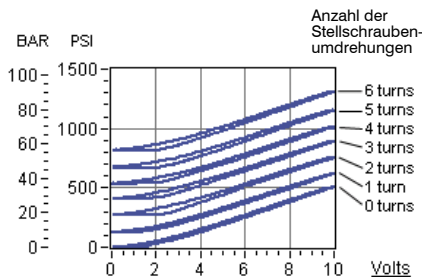

Bild 3: Verschiebung der Ventilkennlinie mit der Einstellschraube bei einem PRDP-LDN
- „L“ Verstellung. Erlaubt die Einstellung eines Minimaldrucks oder eines Offsets, der ohne Eingangssignal anliegen soll. Dadurch wird auch die Maximaleinstellung des Ventils erhöht. Siehe Bild 3.